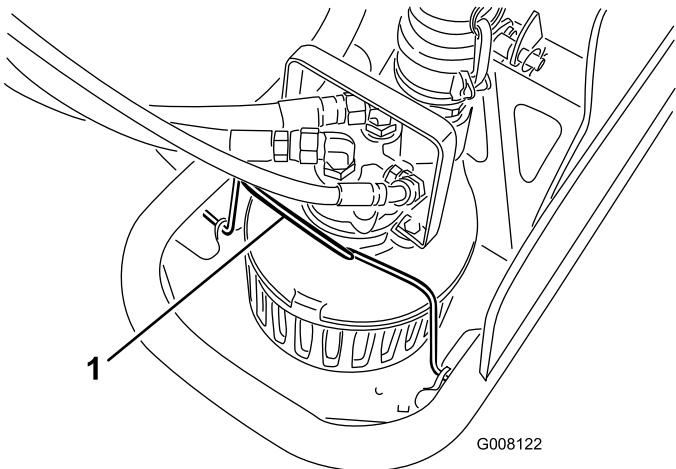
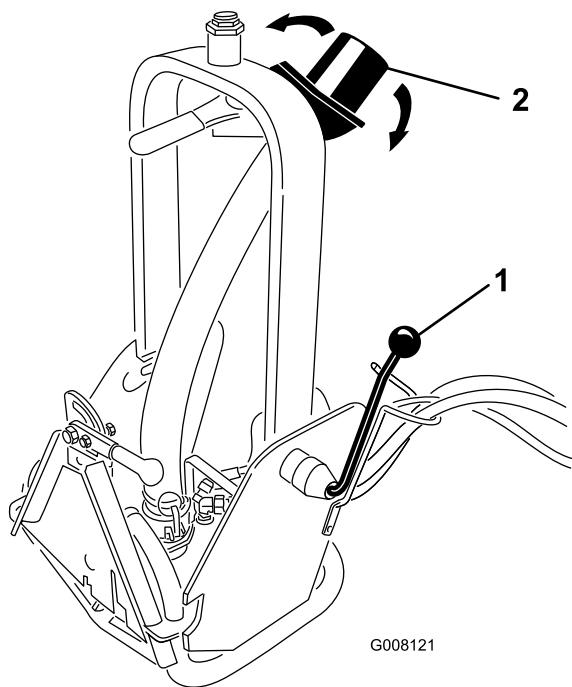

図 9
図 10
2. ポンプの運転を開始する前に、ポンプ・クランプ図9とロックアップ・ハンドル図10がしっかり固定されていることを確認する。